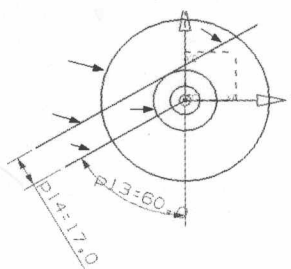

图 1-19 选择曲线
(1) 单击工具栏中的“快速修剪”按钮.
(2) 选择如图 1-19 所示的曲线。